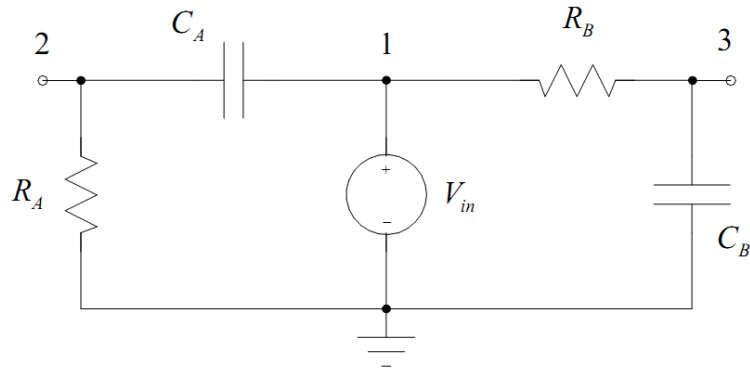

Figura 1: Filtros CTS
- 7- Considere a Figura 1. O circuito à esquerda da fonte de sinal é um filtro Passa-Altas. O circuito à direita da fonte é um filtro Passa-Baixas. Calcule a frequência de corte para cada filtro.
- 8- Monte o circuito mostrado na Figura 1.